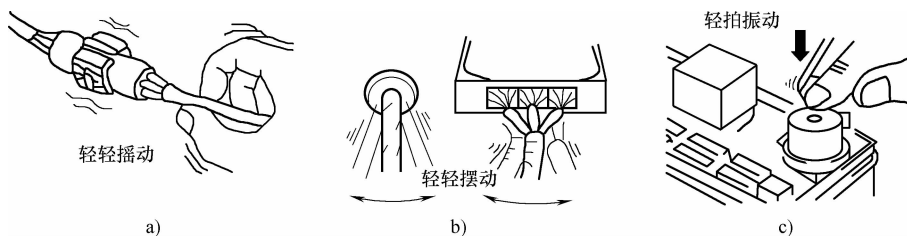

图 2-10 用振动法模拟故障
(1) 振动法 (图 2-10) 当振动可能是引起故障的原因时,即可采用振动法进行试验。基本试验方法主要有: